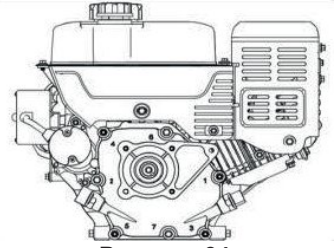

Рисунок 34
2. Открутите крышку маслозаливной горловины и вытрите масляный щуп. См. рисунок 34.
1. Найдите пробку для слива масла, см. Рисунок 34.
3. Очистите место возле сливной пробки, см. Рисунок 34.